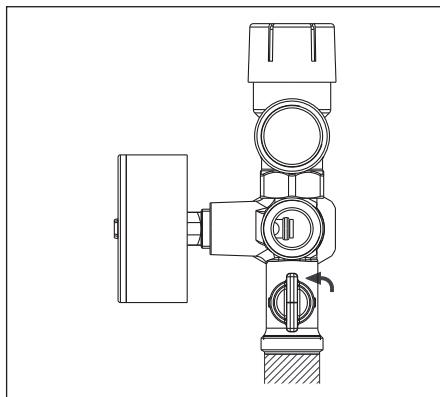

Abb. 6.16 Entleerungskugelhahn Sicherheitsgruppe
- Öffnen Sie den Kugelhahn an der Sicherheitsgruppe mit einer 90°-Drehung nach links (senkrechte Position, Abb. 6.16).